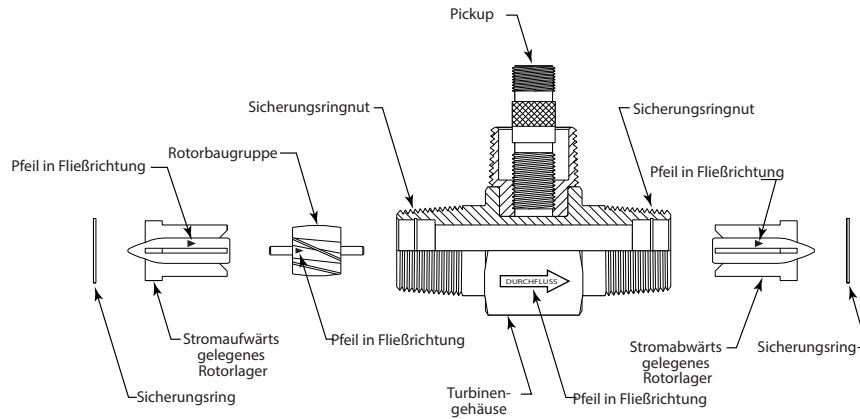
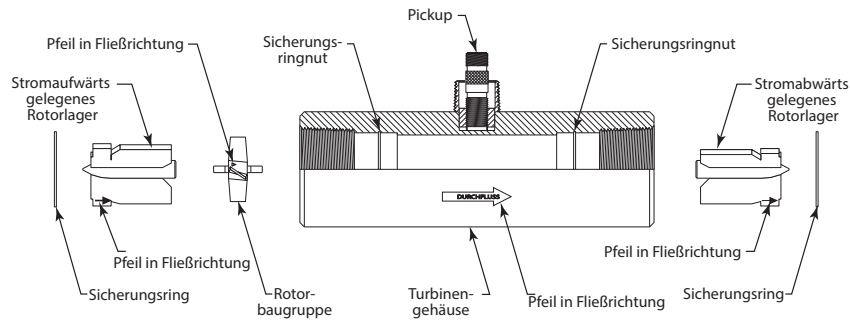
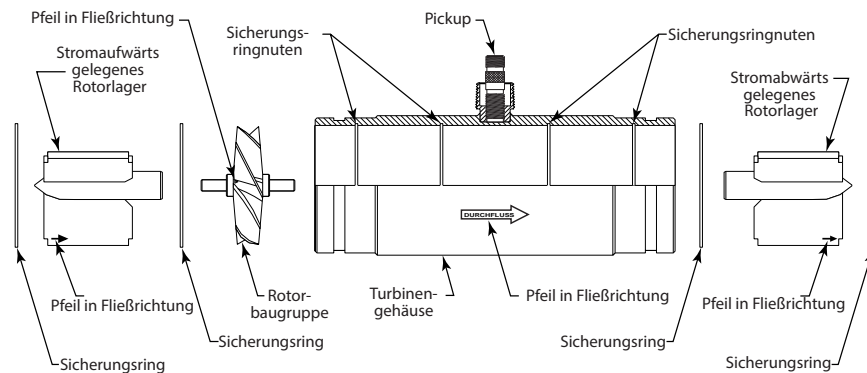

Abbildung 7: Komponenten-Einbaulage B110-375 bis B111-115 und B111-121
Abbildung 8: Komponenten-Einbaulage B111-120 und B111-130
Abbildung 9: Komponenten-Einbaulage B111-140 bis B111-200
1. Siehe *Abbildung 7* bis *Abbildung 9* mit Einbaulage der Reparaturkit-Teile.
**HINWEIS:** Messgeräte der Größe 4" und größer besitzen zwei Sicherungsringe (einer auf jeder Seite des Rotors), die vor dem Ausbau des Rotors entfernt werden müssen (siehe *Abbildung 9*).
Vor dem Einbau darauf achten, dass auf jeder Komponente ein Pfeil eingegossen oder graviert ist. Der Pfeil zeigt in die primäre Fließrichtung. Beim Zusammenbau müssen die Pfeilspitzen in Fließrichtung zeigen. Die Pfeile müssen bei beiden Rotorlagern auch nach oben zeigen. Nach oben bedeutet in Richtung der Magnetsensorseite des Gehäuses. In der Position nach oben ist die Leistung des Reparaturkits am besten. Der Wiedereinbau des Reparaturkits in der Position nach oben gewährleistet weiter kontinuierlich präzise Messungen. *Abbildung 7, Abbildung 8 und Abbildung 9 zeigen die richtige Ausrichtung der Reparaturkits.*
**HINWEIS:** Messgeräte der Größe 4" und größer besitzen an beiden Enden des Rotors Sicherungsringe (siehe *Abbildung 9*).